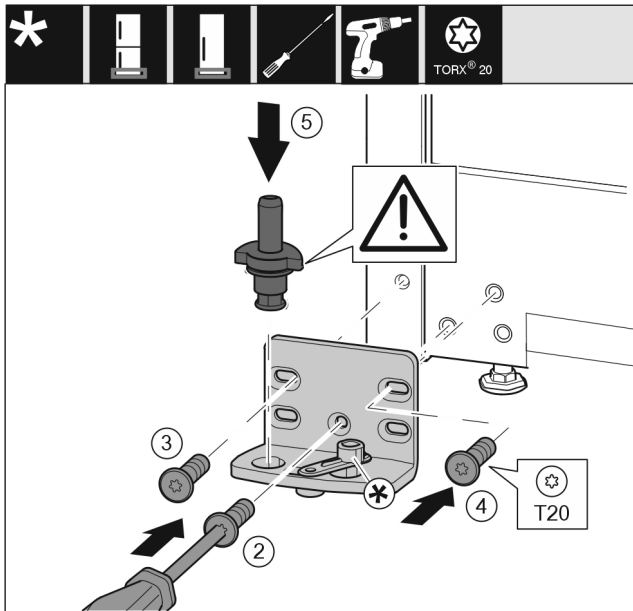

Fig. 17
- Установите опорный кронштейн с другой стороны и прикрутите с помощью отвертки. Начиная с винта Fig. 17 (2) снизу в центре.
- Затяните винт Fig. 17 (3) и винт Fig. 17 (4).
- Снова установите опорный палец Fig. 17 (5) в сборе. При этом проследите за тем, чтобы выступ фиксатора был направлен назад.